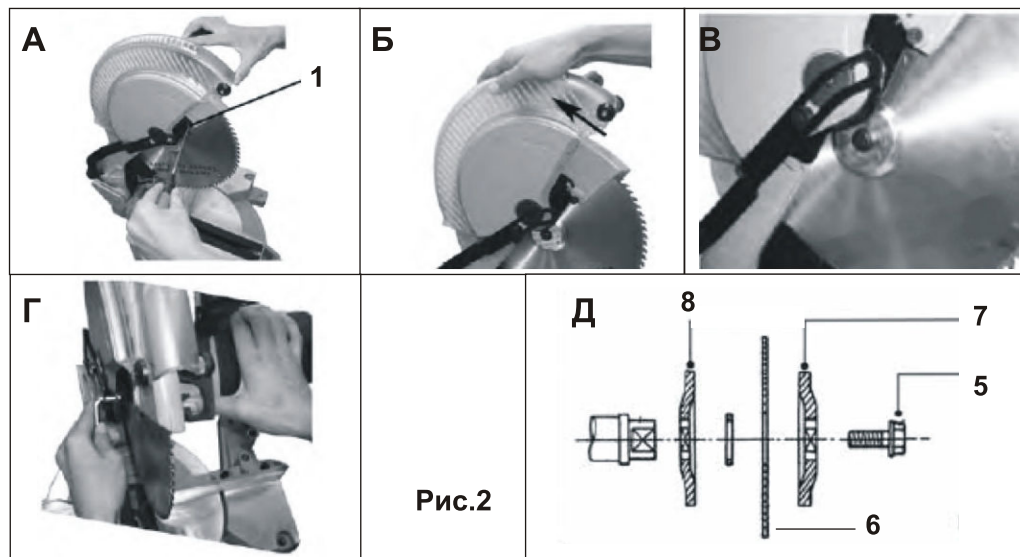

Рис.2
Вывинтите болт (1), рис.2А. Отведите защитный кожух назад, рис.2Б. Продолжайте отводить кожух назад, до тех пор, пока он не выйдет из защелки кронштейна, рис. 2В. Придерживая в нажатом состоянии кнопку блокировки диска, Рис. 2Г, открутите с помощью торцевого ключа болт (5), рис. 2Д. Удалите болт, внешний фланец и пильный диск.
Установите внутренний фланец (8), Рис.2Д, переходное кольцо, соответствующее посадочному отверстию Вашего диска, пильный диск (6) на шпиндель, убедитесь, что направление зубьев пильного диска соответствует стрелке, нарисованной на защитном кожухе.
Установите внешний фланец (7) и болт с шестигранной головкой (5), Рис.2Д, и, используя торцевой ключ, затяните болт (5) вращением против часовой стрелки, все время придерживая в нажатом состоянии кнопку блокировки пильного диска. Установите на место кожух шпинделя и защитный кожух.